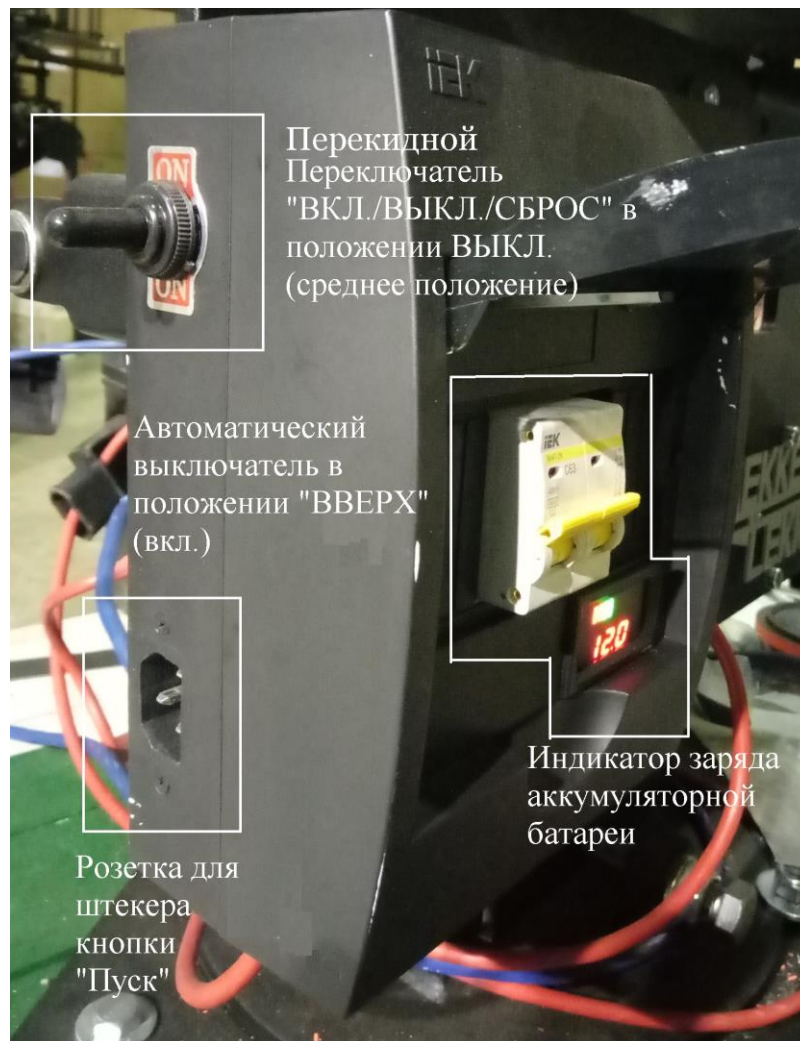

Рисунок 2. Расположение переключателей
3.3.3 Перед подключением батареи к машине проверьте работу перекидного переключателя «ВКЛ/ВЫКЛ/СБРОС», чтобы убедиться в том, что этот выключатель находится в среднем положении «ВЫКЛЮЧЕНО» («OFF»).(см. рисунок 2)
3.3.6 Открыть крышку блока управления (см. рисунок 2). Перевести автоматический выключатель предохранителя в положение «ВВЕРХ» («ВКЛЮЧЕНО»).
4.5 Вставьте штекер кабеля кнопки «Пуск» в блок управления метательной машины. (см. рисунок 2)